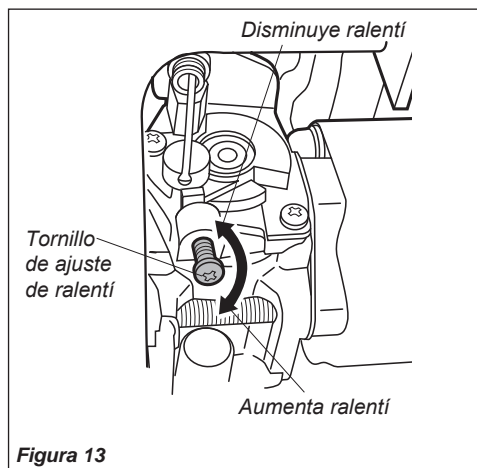

Figura 13
- Si dispone de un tacómetro, la marcha ralenti del motor se debe terminar ajustando en 2.000 (+/- 200) RPM (min-1). Consulte la figura 13.